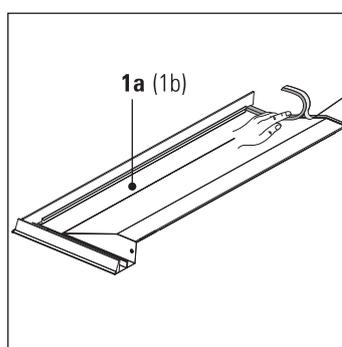

Fig. 3-52 Fase di lavoro 10
10. Preparazione della lamiera di copertura superiore (1a e 1b). A tale scopo applicare le strisce di spugna adesiva sul bordo di bordo della lamiera di copertura successiva (fig. 3-52).